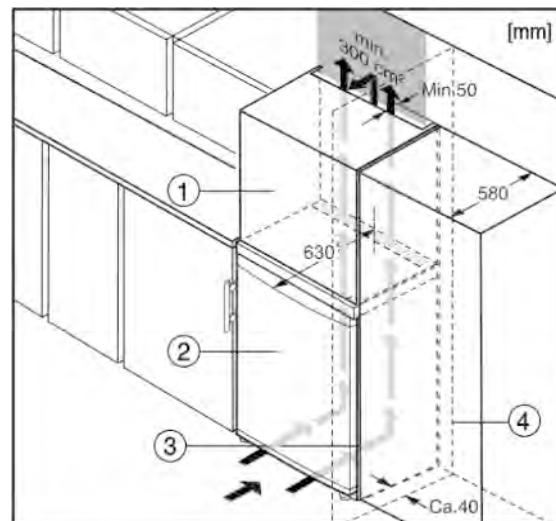

Fig. 10
Устройство может быть окружено кухонными шкафами. Чтобы уравнять устройство Fig. 10 (2) по высоте с кухонной стенкой, можно установить над устройством дополнительный шкафчик Fig. 10 (1).
При комбинировании с кухонными шкафами (глубина макс. 580 мм) устройство можно установить непосредственно рядом с кухонным шкафом Fig. 10 (3). Устройство выступает сбоку на 34 ммx и по центру на 50 ммx относительно передней стенки кухонного шкафа.
Если устройство установлено на шарнирах у стены Fig. 10 (4), то расстояние между устройством и стеной должно быть не менее 40 мм. Настолько выступает ручка при открытой дверце.